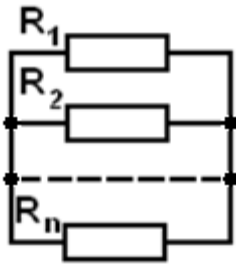

Рис.2. Параллельное соединение
2. Параллельное соединение – это такое соединение, когда начала всех резисторов, соединены в один узел, а концы – в другой. (рис.2)